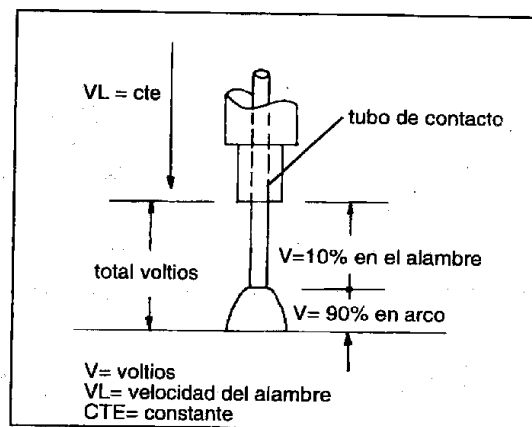

FIGURA 19. DISTRIBUCIÓN DE LA TENSIÓN EN EL ARCO ELÉCTRICO.
La tensión se mide en voltios (V) y es regulable en la fuente de energía, o bien a distancia desde la unidad alimentadora de alambre. Se transmite de forma regular desde la fuente al alambre, sin embargo se distribuye entre la prolongación del alambre y el arco de un modo desigual. Aproximadamente el 90% de la energía se concentra en el arco y el 10% restante en el alambre (ver figura 19). Por tanto, cuanto mayor sea la longitud del arco mayor será la tensión.